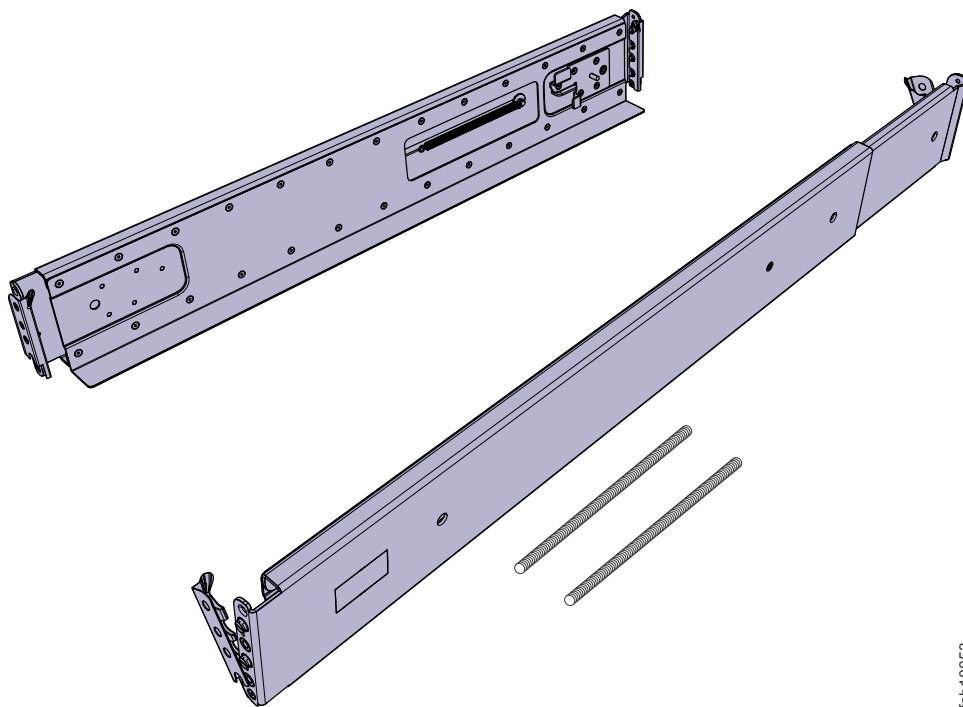

図 35. 拡張エンクロージャー、サポート・レール
1. 拡張エンクロージャー・レールを見つけてます (36 ページの図 35)。 レール・アセンブリーは、ラック・キャビネットに取り付ける必要がある 2 つのレールから構成されます。